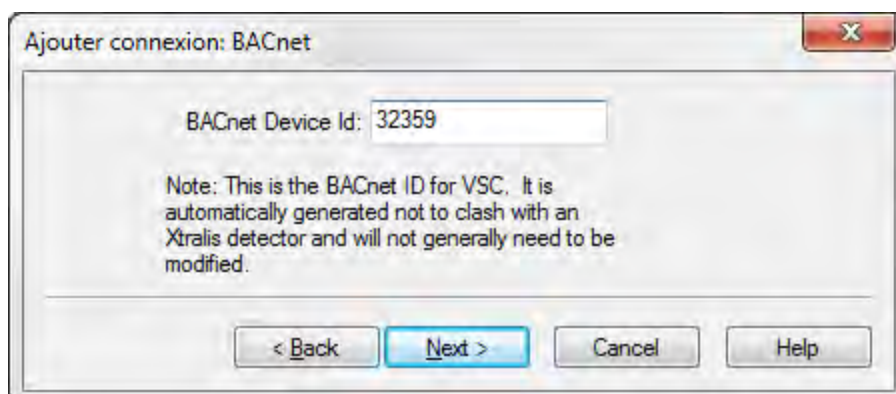

Figure 5-5: Saisie de l'ID BACnet
6. Acceptez l'ID de périphérique BACnet généré automatiquement, puis cliquez sur Suivant (Figure 5-5).